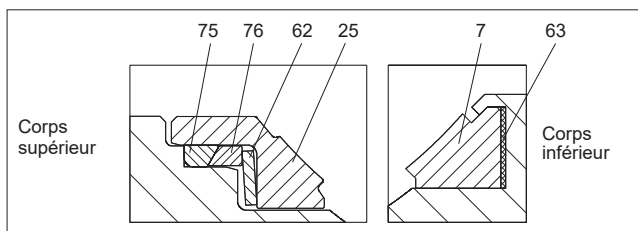

Fig. 26 Sièges H (2«)
- Monter le joint (63) dans son logement sur le demi-corps inférieur, puis le siège (7) comme indiqué sur la figure 26.
- Verrouiller le siège (7), à l'aide de l'outil spécial (cf. 4.9.4).
- Monter le joint (75), l'anneau de retenue (76), le ressort (62) et le siège (25) dans le demi-corps supérieur. Cf. figure 26.